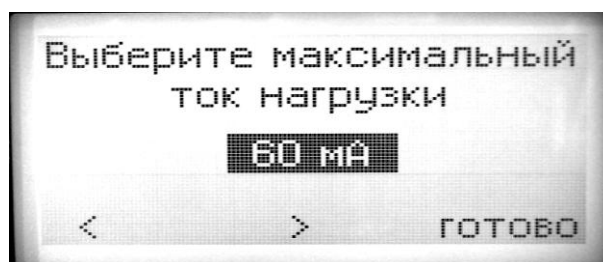

Рис.3.
6.2.10. Нажать кнопку блока управления «ВЫПОЛНИТЬ». После чего необходимо выбрать максимальный ток нагрузки. Выбор необходимого значения тока производится кнопками, расположенными под значками на экране «<» и «>» (см. рис.3). Нажать кнопку блока управления «ВЫПОЛНИТЬ». При этом включатся: короткозамыкатель выбранной для испытания фазы, короткозамыкатель блока высоковольтных испытаний (БВИ), и т.д.
6.3.9. Нажать кнопку блока управления «ВЫПОЛНИТЬ». После чего необходимо выбрать максимальный ток нагрузки. Выбор необходимого значения тока производится кнопками, расположенными под значками на экране «<» и «>» (см. рис.3). Нажать кнопку блока управления «ВЫПОЛНИТЬ».